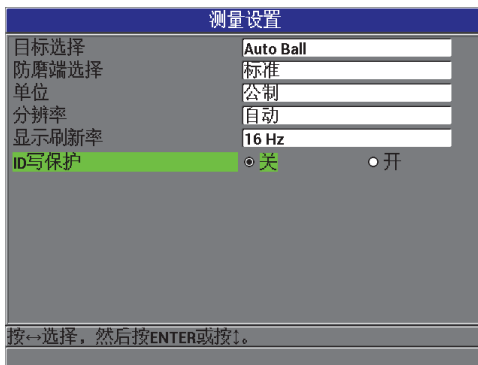

图 6-1 测量设置屏幕
1. 在仪器显示测量屏幕时，按 [设置菜单] 键，然后选择**测量**，显示**测量设置**屏幕（参见第 103 页的图 6-1）。